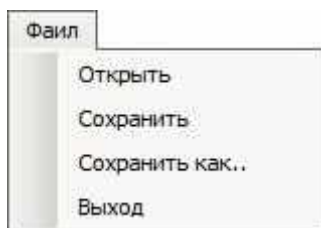

Рисунок 8.3 – Меню «Файл»
8.3 Меню **«Файл»** включает в себя следующие функции (рисунок 8.3)